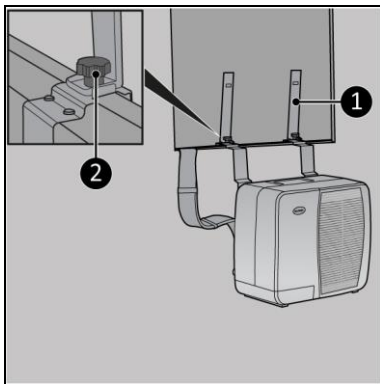

Figura 8
1. Fissa le staffe di supporto (Figura 8, pos. 1) all'unità esterna (Figura 8, pos. 2) serrando due tappi a vite per ogni staffa (Figura 8, pos. 2).